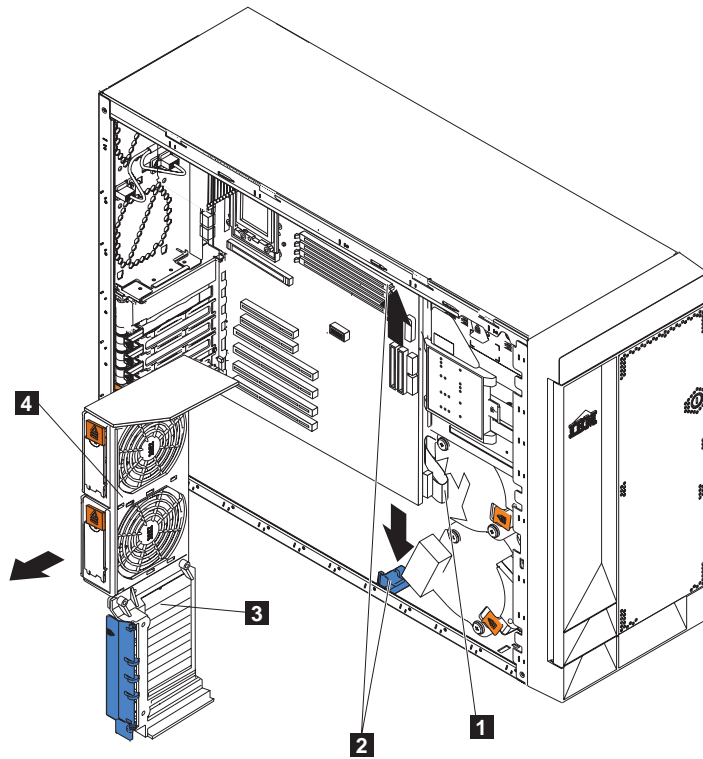
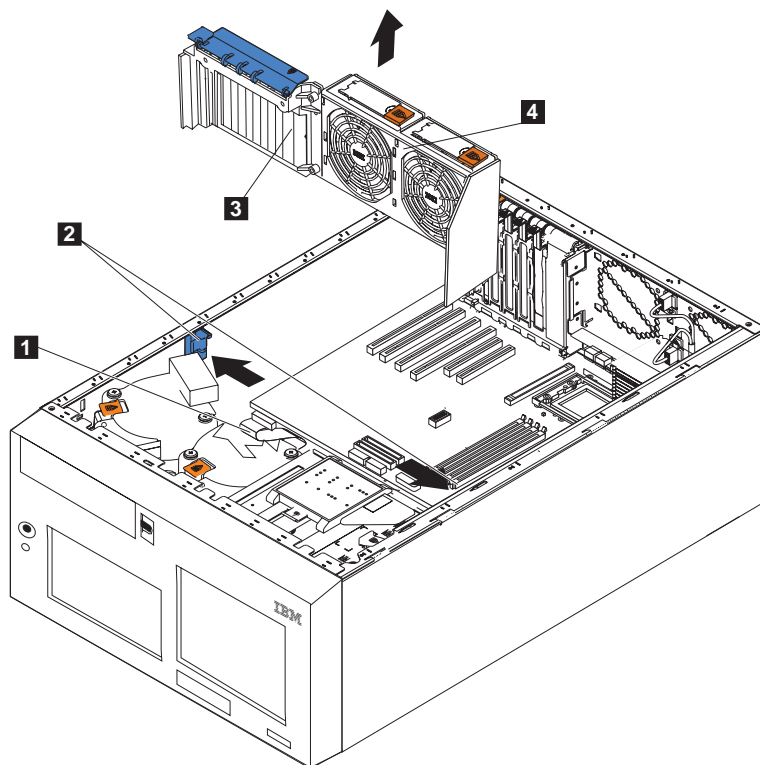

图 40. 卸下适配器支撑架（型号 25T）
图 41. 卸下适配器支撑架（具有机架安装转换功能的型号 25T）
8. 卸下适配器支撑架（参见第 104 页的图 40 或第 105 页的图 41）。